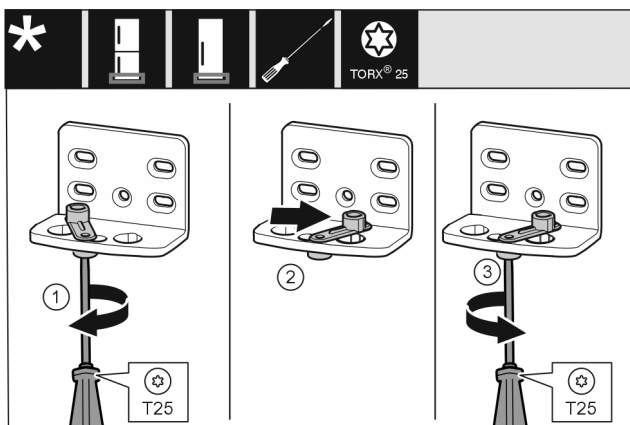

Fig. 13
- ▶ Atlaisvinkite varžtą Fig. 13 (1) atsuktuvu.
- ▶ Pakelkite pagalbinį durų uždarymo įtaisą Fig. 13 (2) ir 90° kampu pasukite į dešinę kiaurymėje.
- ▶ Tvirtai prisukite varžtą Fig. 13 (3) atsuktuvu.